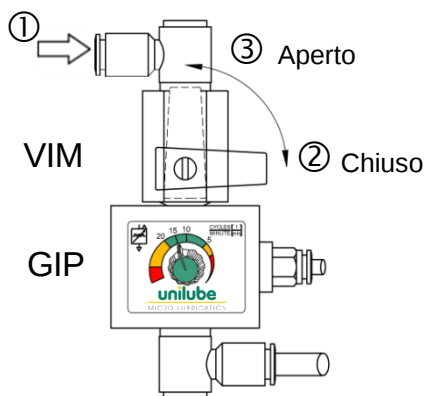
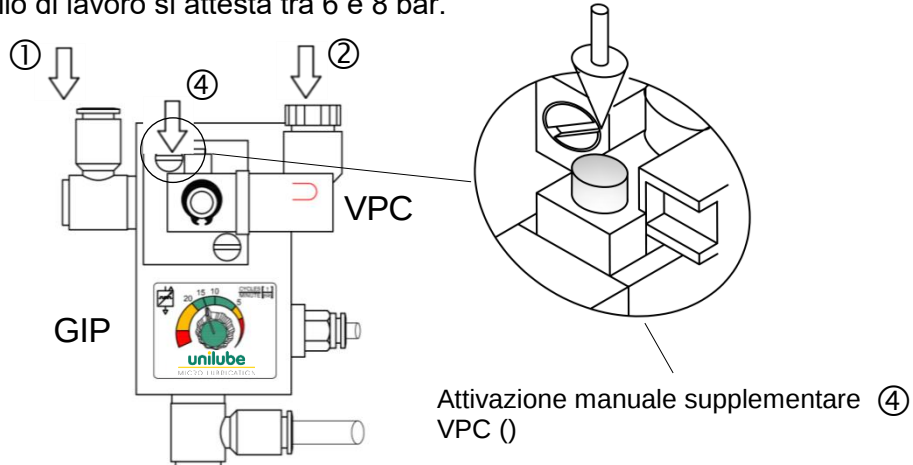
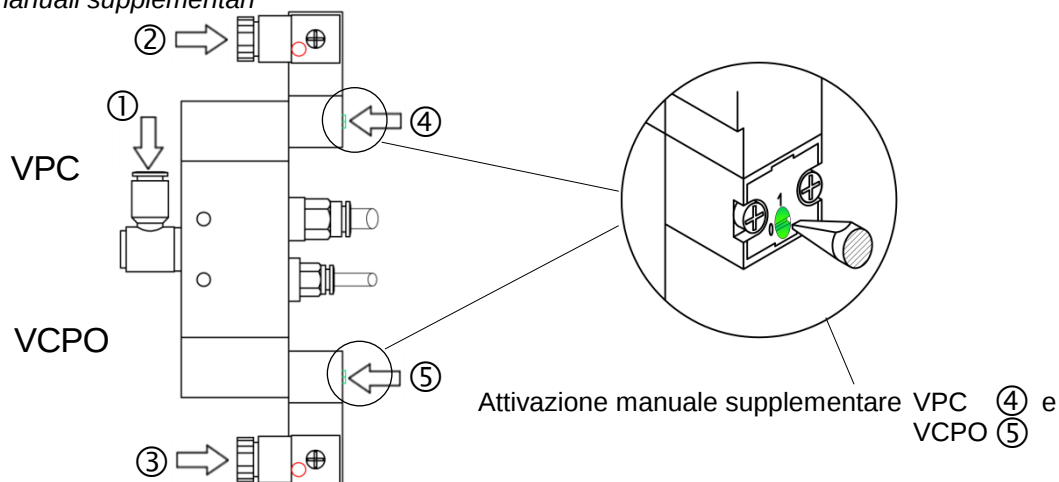

Fig. 6: Valvola di Intercettazione Manuale e Generatore di Impulsi Pneumatico - collegamento e attivazione di emergenza
Fig. 7: Valvola di Controllo Principale e della Pompa elettrica e Generatore di Impulsi Pneumatico, raccordi, LED e attivazioni manuali supplementari
Fig. 8: doppia valvola, raccordi, LED e attivazioni manuali supplementari
- 4.6 La linea ad aria compressa viene collegata tramite il raccordo a vite di innesto (TUBO Ø 6x4 mm) o la filettatura interna (G 1/8") della Valvola di Intercettazione Manuale (VIM Fig. 6 ①) o della Valvola di Controllo Principale (VCP, Fig. 7 ① opzione mono valvola, o Fig. 8 ① opzione doppia valvola. Con valvola chiusa (Fig. 6, posizione ② "Chiuso"), l'SLM è senza pressione; con valvola aperta (Fig. 6 posizione ③ "Aperto") l'aria compressa viene alimentata all'SLM.
Se è collegata una Valvola di Intercettazione Manuale (*Fig. 6 VIM*) il controllo (SLM ON – SLM OFF) viene effettuato ad esempio, tramite una valvola di controllo sulla macchina. La messa in servizio avviene con la Valvola di Intercettazione Manuale aperta (*Fig. 6* posizione ③ “Aperto”).
prima di ogni intervento di manutenzione, ad esempio sugli ugelli, l'SLM deve essere portato in uno stato senza pressione (Valvola di Controllo Principale elettrica disinserita lato macchina, in particolare Valvola di Intercettazione Manuale chiusa, *Fig. 6* posizione ② “Chiuso”).
- 4.7 Optional L'accoppiamento dell'SLM con la macchina avviene tramite la Valvola di Controllo Principale elettrica a 3/2 vie, a 24 V CC (*Fig. 7 VCP*). Per il collegamento al controllo macchina è prevista una scatola per cavi con spia di funzionamento a LED (*Fig. 7* ② e *Fig. 8* ②); lo stesso vale per il collegamento della Valvola di Controllo della Pompa elettrica (opzione VCPO, *Fig. 8* ③, impostazione cicli di mandata vedere Capitolo 6.4).
In caso di arresto della macchina, per scopi di manutenzione sono previsti bypass per mezzo di attivazioni manuali supplementari sulla Valvola di Controllo Principale elettrica tramite un pulsante grigio (*Fig. 7* ④) il intaglio di vite (*Fig. 8* ④) e sulla Valvola di Controllo della Pompa elettrica attraverso impulsi tramite il intaglio di vite (*Fig. 8* ⑤).
Se si utilizza la Valvola di Controllo della Pompa elettrica (opzione VCPO, *Fig. 7*), la temporizzazione della pompa dosatrice avviene tramite il controllo macchina. Con un tempo di accensione fisso (circa 0,5 secondi), variando il tempo di spegnimento viene impostata la quantità di lubrificante necessaria per il rispettivo processo (vedere DIAGRAMMA DI CONTROLLO "Sistema di Lubrificazione Minima con portata programmabile", a parte).
15 impulsi/min (Δ 15 corse del pistone/min, Fig. 6)
Impulsi programmati (Δ controllo macchina CNC, Fig. 8)
8.2.7 Collegare l'aria compressa (ad esempio, mediante bypass del VCP Fig. 7 ④ o Fig. 8 ④) e osservare la migrazione delle bolle d'aria nella linea capillare fino a quando la linea non è priva di bolle su tutta la sua lunghezza fino alla testa dell'ugello (durata: circa. 0.75 minuti/1 metro di lunghezza della linea CoAx).
assicurarsi che durante i lavori sugli ugelli, gli utensili siano fermi e la macchina sia spenta; per scopi di manutenzione, simulare il funzionamento con attivazione manuale supplementare (vedere Fig. 7 ④ o Fig. 8 ④ e Capitolo Kapitel 4.7). La punta dell'ugello non deve essere rivolta verso le persone, in particolare gli occhi - pericolo di lesioni!